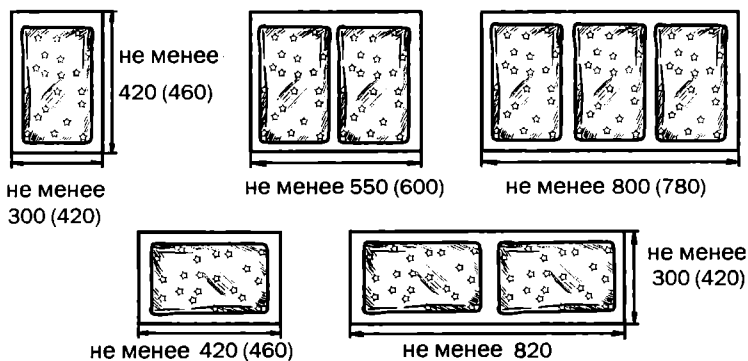

Рис. 132. Оптимальная глубина и длина полок для постельного белья (размеры указаны в миллиметрах)
6. Чтобы сделать шкаф более вместительным, в левом отделении установите полки для постельного и другого белья. Кроме того, здесь должен быть и выдвижной ящик. Остается определиться с размерами полок. Для этого лучше обратиться к требованиям, которые предъявляет к мебели эргономика. В соответствии с ними полки должны иметь размеры, указанные на рис. 132.